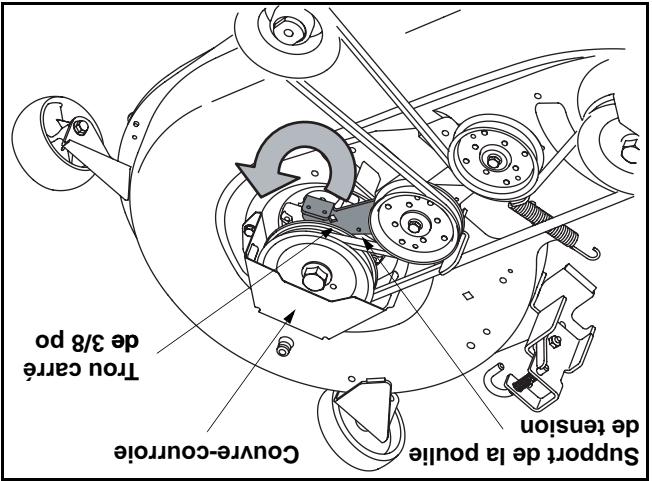

Figure 22
- Insérez une clé à cliquet de 3/8 po (pour desserrer) dans le trou carré qui se trouve sur le support de la poulie de tension, sur la gauche du plateau de coupe. Voir la Figure 22.